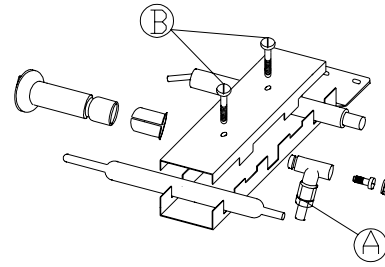

Fig. 13
- a) Soltar la conducción piloto A (Fig. 13 ) y los tornillos B de unión del termopar y la bujía (Fig. 13).